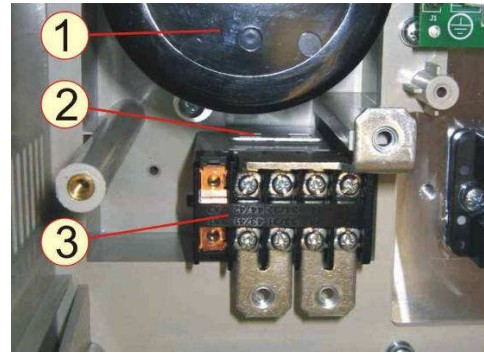

Рис.7.9
**7.7.3** Установить реле 3 на скобе 2 и нажать до щелчка фиксаторов (рис.7.9).